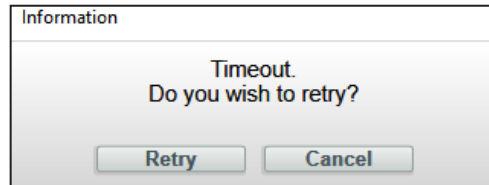
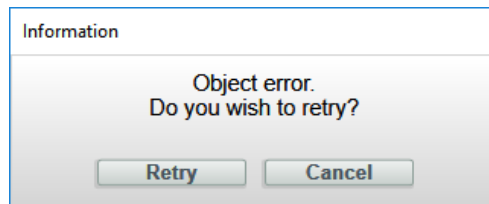

Figura 153. Mensagem de tempo vencido.
Figura 154. Mensagem de erro de objeto.
Numa tentativa de conectar um religador TripSaver II usando o software de configuração em Centro de Serviços, o processo de conexão pode ficar com a temporização vencida se não houver possibilidade de criar ou manter uma conexão wireless. Ver Figura 153. A causa geralmente é devida à baixa qualidade do sinal rádio, o que pode ser resultado da distância, orientação do dispositivo, interferência de outras fontes de sinal ou a uma combinação desses fatores. O Transceptor USB é disponível com uma antena externa aprimorada para melhorar a qualidade do sinal.
- PASSO 3.** Tente uma nova conexão com o religador TripSaver II. Rearme o transceptor USB se a mensagem de erro de temporização persistir (ver Figura 153) ou se for exibida uma mensagem de Erro de Objeto (ver Figura 154) (essa condição é verificada com mais frequência quando houver consecutivas conexões a religadores TripSaver II usando o mesmo computador).